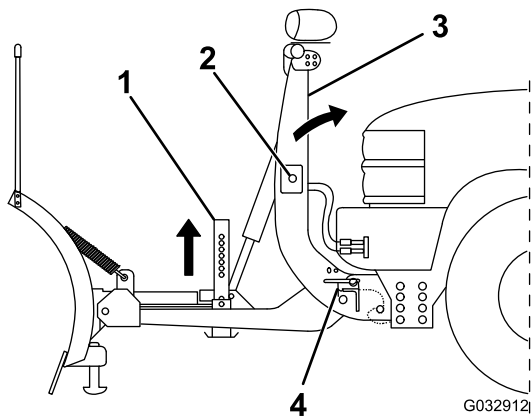

Bild 27
- Drücken Sie den SmartHitch2-Schalter an der Seite der Kupplungssäule nach oben und heben Sie die Säule an, bis die Federstifte der Kupplung einrasten (Bild 27).
- Ziehen Sie den Federstift des Ständers nach außen und heben den Ständer an; lassen Sie den Federstift dann los, um den Ständer zu arretieren (Bild 27).